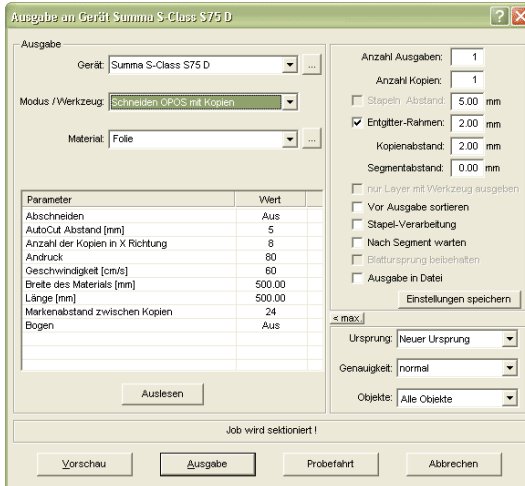

Abb. 4.6-18: Parameter-Einstellung bei identischen Job-Kopien von der Rolle (auch mit Bogen möglich, wenn der Parameter „Bogen=An“ gesetzt wird)
Die oben beschriebenen Schneideplotter sind in der Lage Bogenware oder Rollenware zu verarbeiten. Die CoCut-Plottertreiber unterstützen beide Funktionen. Abb. 4.6-17 und Abb. 4.6-18 zeigen die Treiber-Parameter für das Schneiden mit Sensor, für die Verarbeitung von identischen Job-Kopien bei Rollenware und für Bogenware (Abb. 4.6-18).
**Hinweis:** Der Parameter „Opos“ wird bei der Verwendung der passenden Marken automatisch auf „An“ gesetzt. Bei der Verarbeitung von identischen Kopien von Jobs auf Rolle mit Justiermarken, ist der Modus „Schneiden OPOS mit Kopien“ zu verwenden (Abb. 4.6-18). Hier kann zusätzlich die Anzahl der Kopien in X-Richtung angegeben werden, sowie der Markenabstand zwischen den Kopien in mm.